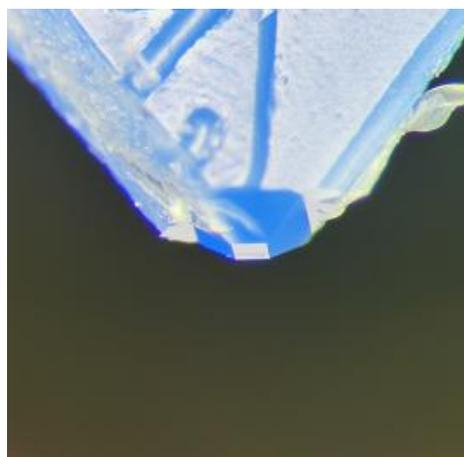

图 8
- g) 重复 c) ~ e) 的步骤，将样品前端加工成四个侧面为梯形且截面为长方形的形状，如图 8，截面宽度 < 200 μm ，长度 < 250 μm 为宜，修块结束；